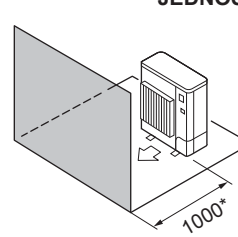

Fig. 2-5
- ④ Miejsce ograniczone tylko z przodu (Fig. 2-5)